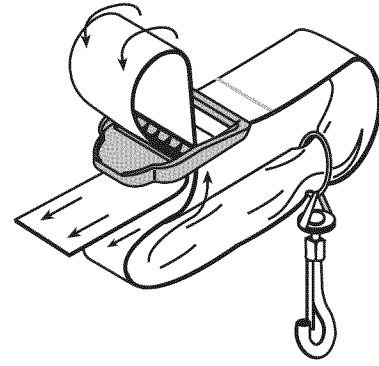

Fig. 5
2. Hale la correa sobre la barra cruzada y llévela hacia abajo a través de la ranura en la hebilla (Fig. 5).